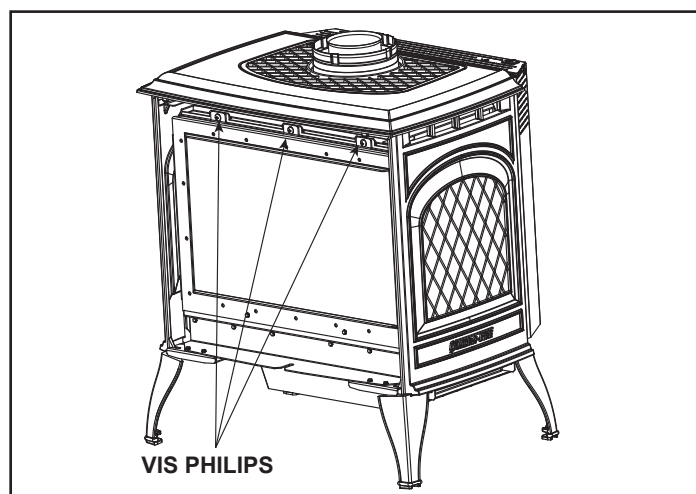

Figure 4.2 Retrait du cadre de la vitre
- Retirez la vitre de l'appareil. Figure 4.2.